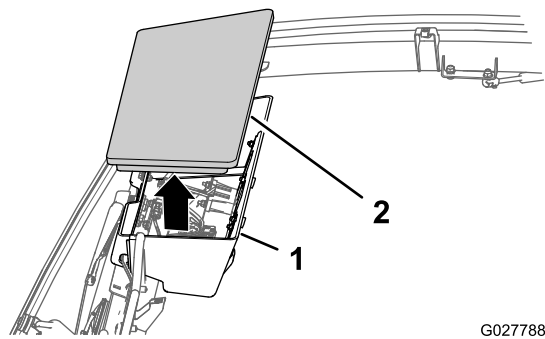

図 34
3. 頭上のコンソールについているプラグを外して穴にする 図 34。